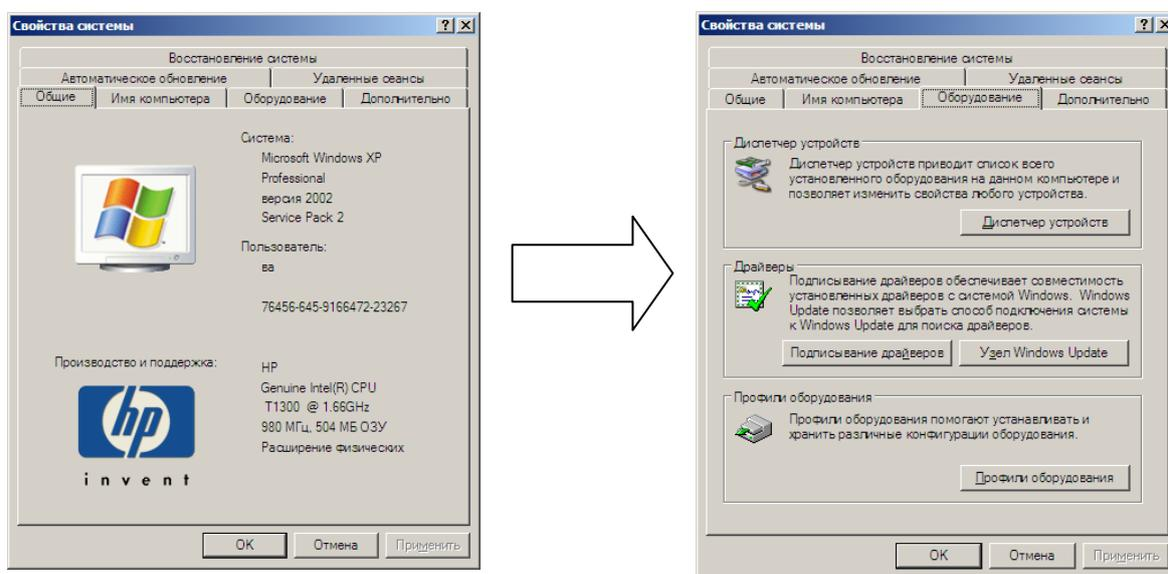

Рисунок 1 - Открытие окна «Диспетчер устройств»
3.4.1.2 После установки драйвера необходимо установить параметры виртуального COM-порта. Щёлкнув правой кнопкой мышки по ярлыку «Мой компьютер» выбрать из контекстного меню пункт «Свойства». В появившемся окне «Свойства системы», выбрать закладку «Оборудование» и нажать кнопку «Диспетчер устройств», рисунок 1.